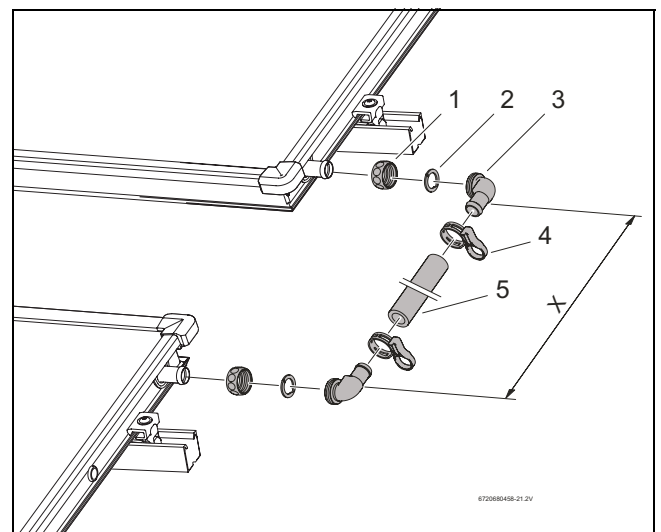

Fig. 58 Set de îmbinare între două serii de panouri
- ▶ Împingeți piulița oarbă (Fig. 58, [1]) peste piesele de îmbinare ale panourilor.
- ▶ Așezați discul de strângere (Fig. 58, [2]) în spatele bosajului piesei de îmbinare a panoului și presați-l.
- ▶ Apăsați ajutajul îndoit cu o-ring (Fig. 58, [3]) pe piesa de îmbinare, ajustați-l și înșurubați-l cu piulița oarbă.
- ▶ Măsurați distanța dintre ajutajele îndoite (distanța X) ale panourilor montate și secționați furtunul solar în mod corespunzător (Fig. 58, [5]).
- ▶ Împingeți furtunul solar pe ajutajele îndoite și fixați-l cu bride cu bandă elastică (Fig. 58, [4]).